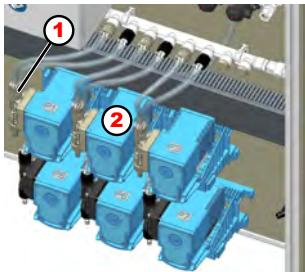

Abb. 5: Produktzuordnungen
1. Schließen Sie die Schläuche an die entsprechenden Schlauchnippel (Abb. 5, Pos. 1) der Pumpen (Abb. 5, Pos. 2) mit den beiliegenden Schlauchschenlen an.